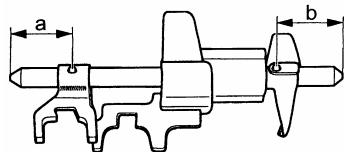

图 12-56 拨叉的安装位置
(1) 换挡杆拨杆的安装位置及 5 挡、倒挡换挡拨叉的安装位置见图 12-56, 图中尺寸 $a=55\text{mm}$, 尺寸 $b=60\text{mm}$ 。